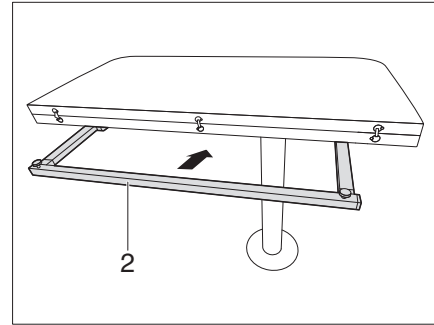

Bild 114 Skjut in fällbordsstödet
- Skjut in bordsstödet (Bild 114,2).